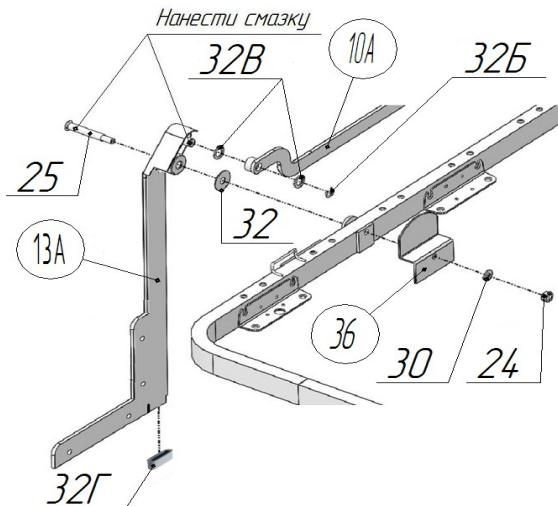

Рис.6.1
12) Присоединить к опорам поз.13, 13А пятки поз.32Г в соответствии с рисунками 6.1 и 6.2. На оси опоры левой поз.13 и правой поз.13А нанести смазку поз.34, надеть шайбы поз.32В, присоединить тягу левую поз.10А и тягу правую поз.10, надеть ещё шайбы поз.32В (рис.6.1,6.2). Установить в канавки осей стопорные кольца поз.32Б до защёлкивания и лёгкого проворачивания. Нанести смазку поз.34 на оси опоры поз.25. Вставить оси опоры поз.25 во втулки опоры левой и правой, надеть на оси шайбы поз.32, вставить оси с надетыми опорами в отверстие в раме кровати (рис.6.1,6.2). Надеть в соответствии с рисунками 6.1,6.2 на оси поз.25 щитки поз.36. Установить шайбы поз.30, навинтить и затянуть до упора гайки M8 со стопорным кольцом поз.24 (рис.6.1,6.2).